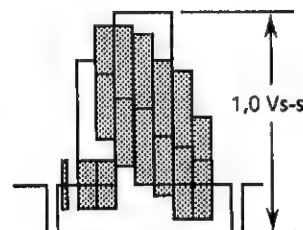

Abbildung 2-5.
2. Den Farbbalkensignal-Abschnitt des Abgleichbandes wiedergeben und R201 so einstellen, daß die Signalamplitude 1,0 Vs-s beträgt, wie in Abbildung 2-5 dargestellt.